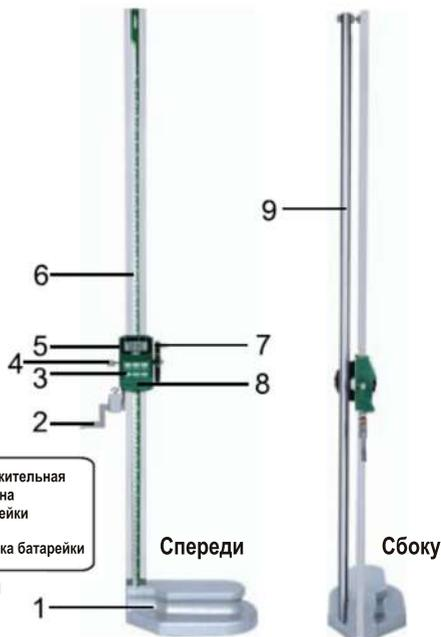

Рисунок 1
1. Вставьте батарейку CR2032 в датчик положительной стороной наружу. (рис. 1)